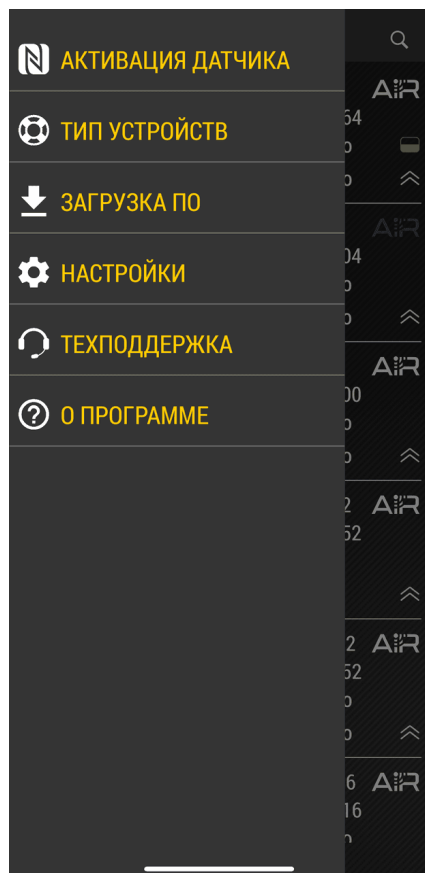

Рис.42. Загрузка ПО
2. Далее выберите в списке вариант «**Загрузка ПО**» (Рис.42).